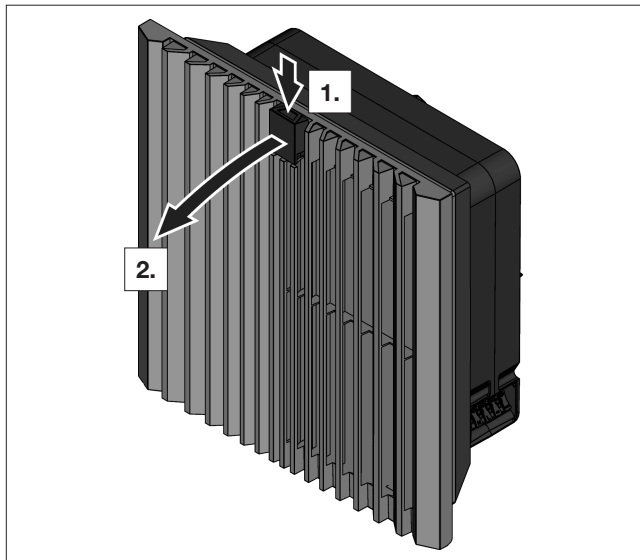

Imagen 14: Desbloqueo de la rejilla
- Para desbloquear la rejilla presione la parte superior del logotipo (ver imagen 14).